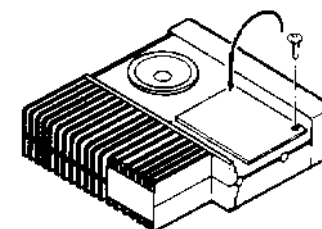

Fig. 5
3. Apriete los tornillos (Fig. 5).